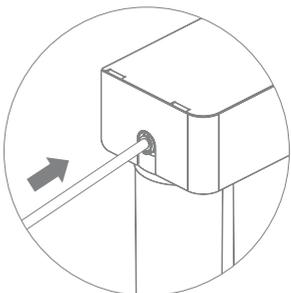

Рис. 9
3. Свободный конец зеленой трубки присоедините к фитингу на вход в фильтр (рис. 9).